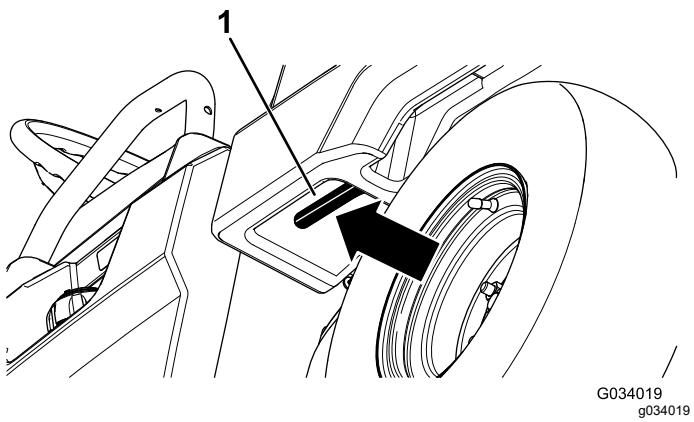

Figura 21
1. Tire hacia usted de la palanca a la izquierda, dentro de la plataforma de carga y eleve la plataforma hacia arriba (Figura 21).
1. Eleve la plataforma de carga un poco tirando hacia arriba de la palanca de enganche (Figura 21).